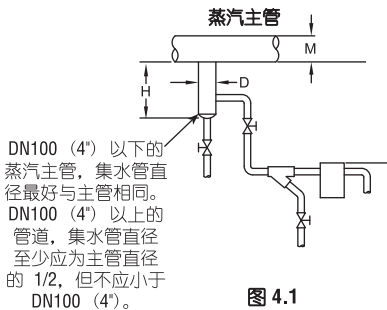
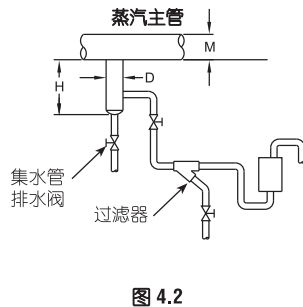

图 4.1
图 4.2
7. 遵循上述指导方针的完整安装方式，请参见图 4.1 和图 4.2。